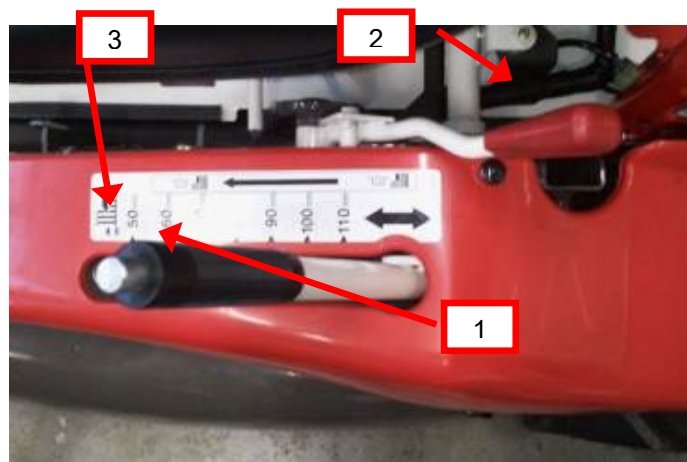

Figura 7
La posizione più alta della leva (1) corrisponde alla posizione di trasporto. È possibile regolare l'altezza di taglio liberamente premendo il pulsante (3) e spostando la leva (1). Quando la leva è in una posizione elevata, l'altezza di taglio è elevata, quando la leva è in una posizione bassa, l'altezza di taglio è bassa. (Figura 7).
La leva frizione innesto della lama serve per mettere in funzione la lama ed iniziare il taglio dell'erba (2 Figura 7). Per avviare la rotazione della lama, spingere la leva in avanti. Per fermare la lama, tirare la leva all'indietro. Quando si aziona la leva del rotore della lama, controllare che l'altezza di taglio sia in posizione di falciatura. La leva non si innesta quando la leva di regolazione altezza di taglio è in posizione di trasporto (come in fig.7)